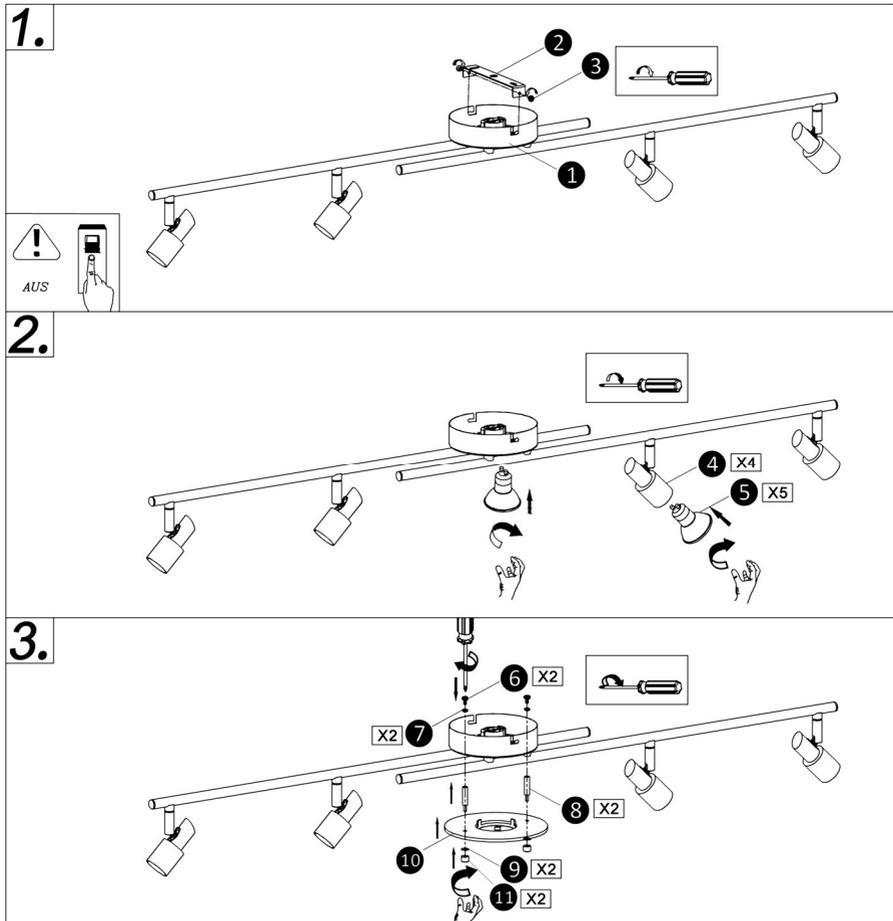

Abb. 1
2. Prüfen Sie, ob die Lieferung vollständig ist (siehe auch Abb. 1).